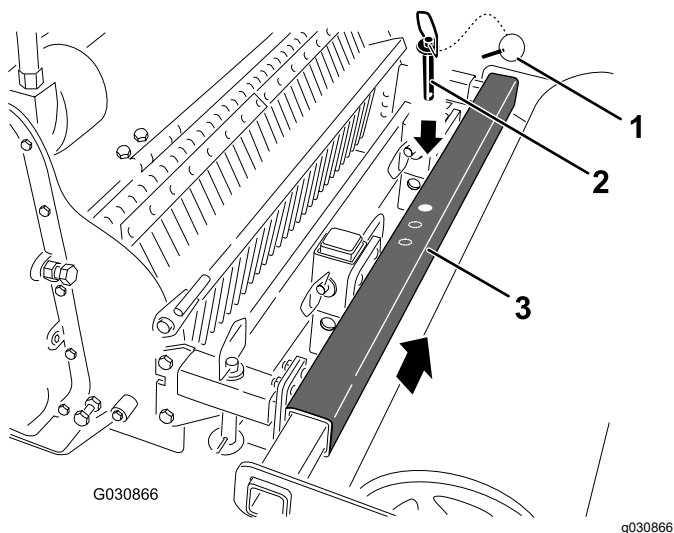

Figura 8
3. Retire el pasador (Figura 8).
4. Deslice el rodillo a la posición deseada (Figura 8).